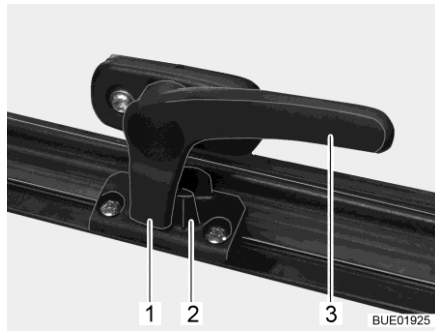

Bild 17 Låsarm i läget "stängd"
- Sväng låsarmen (Bild 17,3) ett kvarts varv mot fönstrets mitt.
- Sväng låsarmen (Bild 17,3) ett kvarts varv mot fönsterkarmen. Låsspaken (Bild 17,1) är placerad på insidan av fönsterlåset (Bild 17,2).
- I läget "helt stängt" (Bild 17).